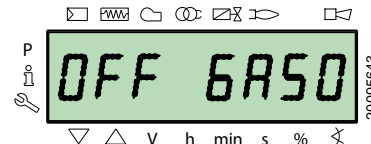

Рис. 40
- жидком топливе **OFF GAS0** (Рис. 40)